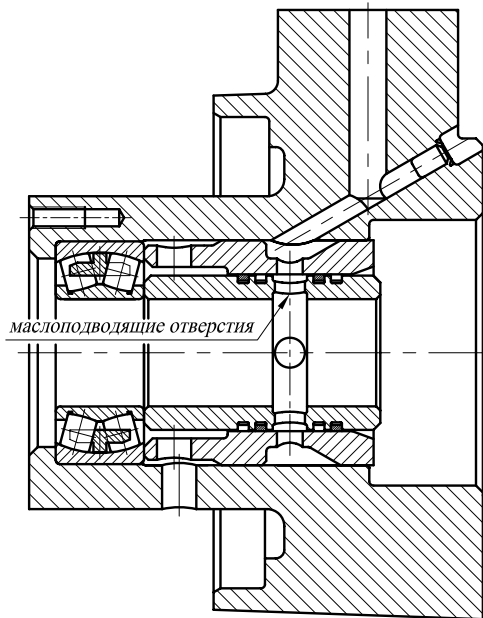

Рис. 115. Установка распорных втулок в корпус привода вентилятора
3. Установку распорных втулок в корпус привода необходимо проводить, как показано на рис. 115, чтобы обеспечить совпадение маслоподводящих отверстий.